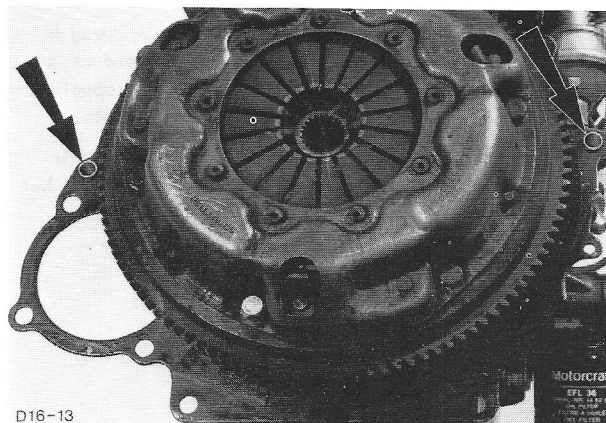

Fig.13 Centreerbussen van koppelinghuis.
11. Monteer zonnig de 2 centreerbussen voor de koppeling op de motor, zodat de aansluitplaat niet kan wegglijden terwijl de versnellingsbak wordt gemonteerd (fig.13).